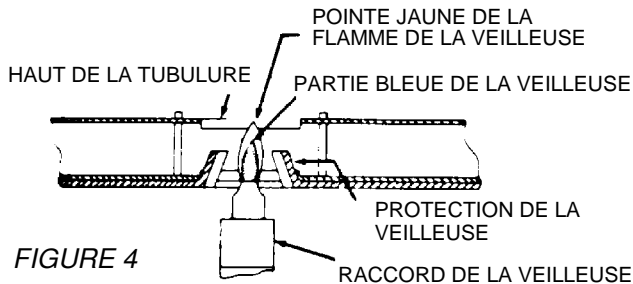
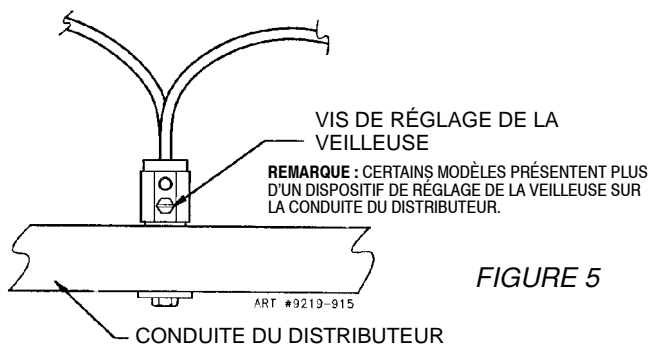

FIGURE 4
FIGURE 5
Éliminer l'air des conduites de gaz en allumant un des brûleurs. L'éteindre, puis régler, à l'aide de la vis de réglage (figure 5), la flamme de la veilleuse de façon à ce que le haut de la flamme arrive au niveau du haut de la tubulure. Voir la figure 4. Pour allumer le brûleur, pousser sur le bouton de commande correspondant et le mettre sur la position d'allumage.
- Modèles avec veilleuses : Régler les veilleuses des brûleurs. (Voir la figure 5). Tourner le sélecteur du thermostat sur la position LP (GPL).
- Modèles avec veilleuses : Régler les veilleuses des brûleurs de la surface de cuisson (voir la figure 5). Tourner le sélecteur du thermostat sur la position Nat. (gaz naturel).